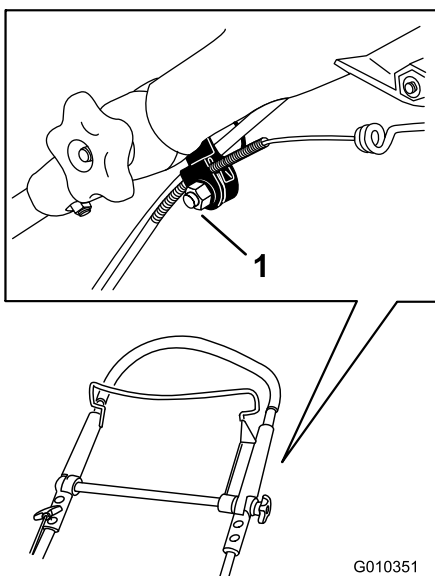

Bild 22
1. Lockern Sie die Mutter an der Kabelhalterung (Bild 22).